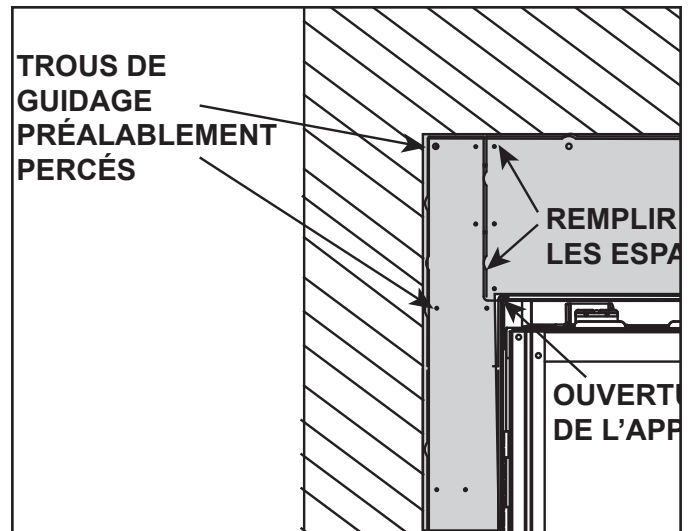

Figure 10.1 Installation du panneau incombustible
Le panneau incombustible fourni par le fabricant doit être utilisé pour chaque installation. Il doit être directement fixé à la charpente adjacente à l'appareil. Les vis devraient être installées dans les trous de guidage de l'enveloppe extérieure du périmètre du panneau incombustible. Voir les figures 10.1 et 10.2.
3. Le périmètre extérieur du panneau incombustible installé à la fabrication comporte des trous de guidage. Voir la figure 10.1. Fixez le panneau incombustible à la charpente adjacente à l'aide de vis à cloison sèche d'au moins 1-1/4 po de long. Prendre garde à ne pas trop serrer ces vis dans le panneau incombustible. Vissez jusqu'à ce que les vis soient à égalité du panneau incombustible. Voir la figure 10.2 et la section 6.D.
4. Lors de l'installation autour de l'appareil, pratiquez un orifice rectangulaire pour le foyer/panneau incombustible, dans une seule feuille de cloison sèche. Ceci minimisera les joints de finition adjacents à l'ouverture du foyer. Veillez à ce qu'un espace de 3 mm (1/8 po) soit maintenu entre le panneau incombustible installé à la fabrication et la cloison sèche l'entourant. Voir la figure 10.1. Fixez la cloison sèche à la charpente à l'aide de vis d'au moins un pouce de long, à tous les 152 mm (6 po) au haut du foyer et à tous les 254 mm (10 po) de chaque côté du foyer.
1. Comblez tous les espaces et joints entre les pièces du panneau incombustible et la cloison sèche à l'aide d'un composé à joint tout usage à durcissement chimique. Hearth and Home Technologies recommande le composé à joint Durabond® 45 fabriqué par USG (marque Sheetrock®). Utilisez un couteau à cloisons sèches pour presser fermement sur le composé à joint dans les espaces. Voir la figure 10.1. Laissez sécher ces joints.